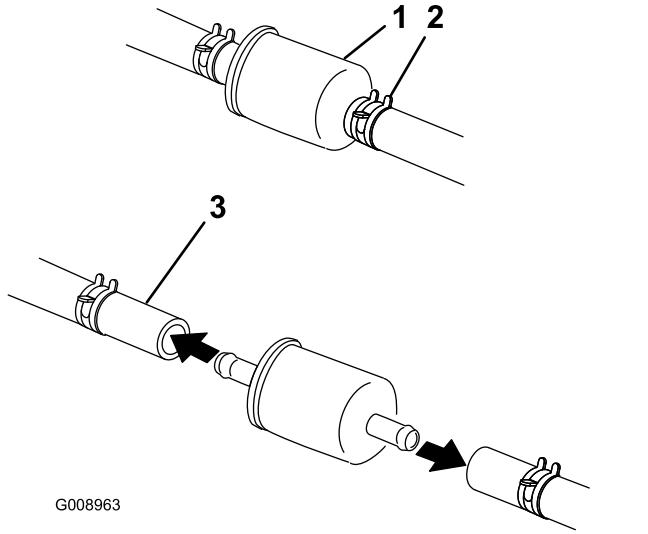

Figure 60
5. Fermez le robinet d'arrivée de carburant sous le siège (Figure 60).
| 6. Pincez les extrémités des colliers et éloignez les colliers du filtre (Figure 60). | |
8. Posez un filtre neuf et rapprochez les colliers de fixation du filtre (Figure 60).